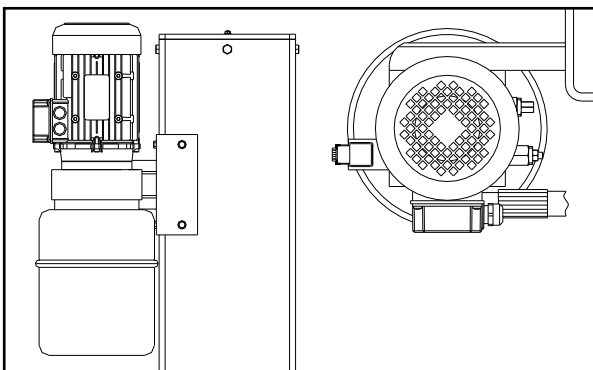

Abb. 31
- ◆ Installieren Sie die Pumpe entsprechend auf dem Sprungbrett **Abb. 31** und befestigen Sie es am unteren Ende der Hauptsäule.